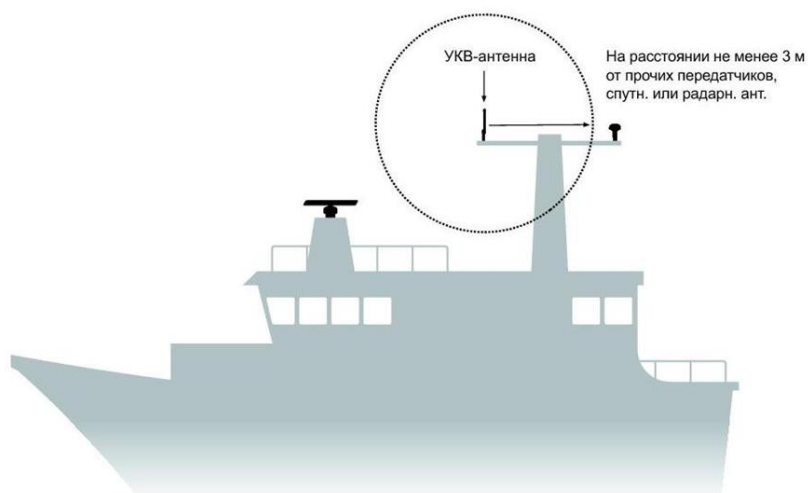

Рис. 41 Установка УКВ-антенны
- Оптимальным расположением УКВ-антенны АИС является такое, при котором она устанавливается непосредственно над или под основной УКВ-антенной радиотелефонной связи, без удаления по горизонтали и с удалением не менее чем на 2 м по вертикали. Если она установлена на том же уровне по горизонтали, что и другие антенны, расстояние между ними должно составлять не менее 10 м. Дополнительные рекомендации см. на Рис. 41.